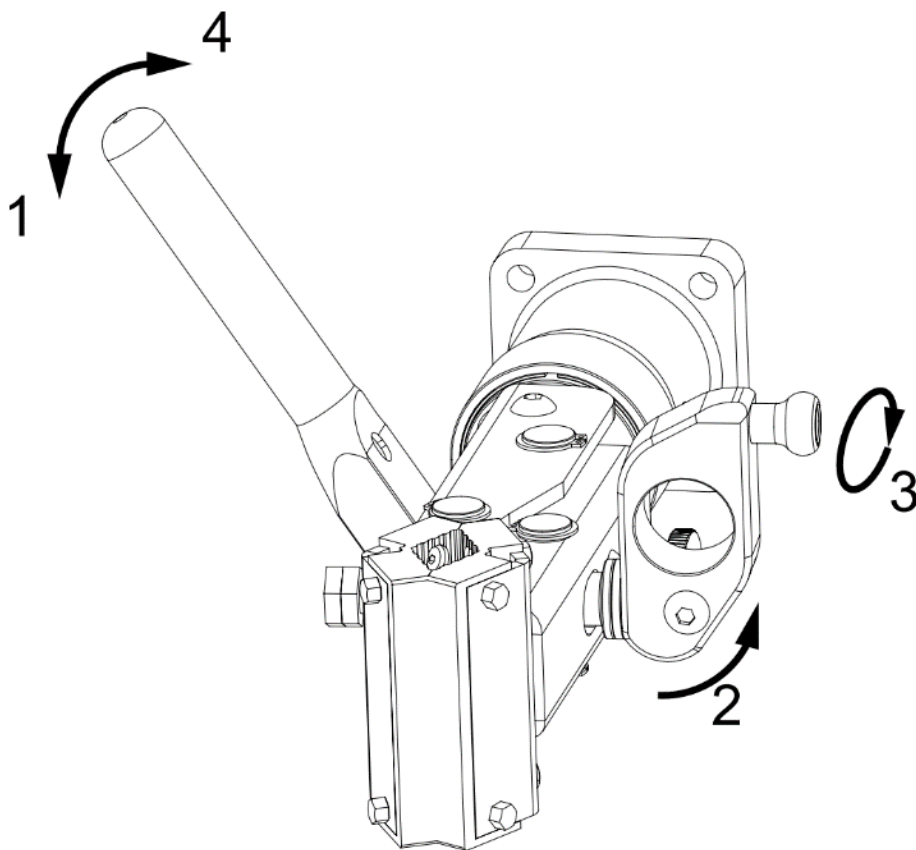

Figura 11: Funzionamento della pinza
- ◆ Rilascia la maniglia di rotazione (**figura 11**, numero 1) in modo che la morsa possa regolare la sua posizione in base all'angolo del tubo sedile/telaio della bici.
- ◆ Chiudi la morsa girando la maniglia della morsetta di 180° (2) e stringi la morsa ruotando la maniglia in senso orario (3).
- ◆ Chiudi la maniglia di rotazione (4). Dovrebbe essere abbastanza stretto da non far ruotare la bici sotto il proprio peso, ma abbastanza leggero da poterlo aprire e chiuderlo facilmente con una mano. Un eccesso di stretta può danneggiare il meccanismo.